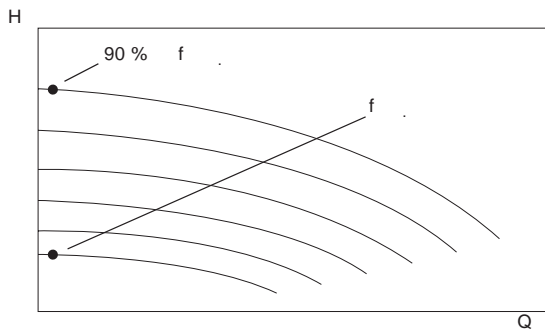

Рис. 109 Характеристика QH для насоса с регулируемой частотой вращения для выбора рабочих точек при низком расходе
3. Выберите характеристику насоса для установки рабочей точки рядом с $f_{\text{мин}}$ и введите для Q значение 0,1, а значение H исходя из графика, что б точка оказалась на кривой минимальной скорости насоса или чуть выше, в качестве «Эксплуатационной точки». См. рис. 109
5. Выберите характеристику насоса для установки рабочей точки рядом с частотой вращения на уровне 90 % и введите для Q значение 0,1, а значение H исходя из графика, что б точка оказалась на кривой 90 % скорости насоса или чуть выше, в качестве «Эксплуатационной точки». См. рис. 109.